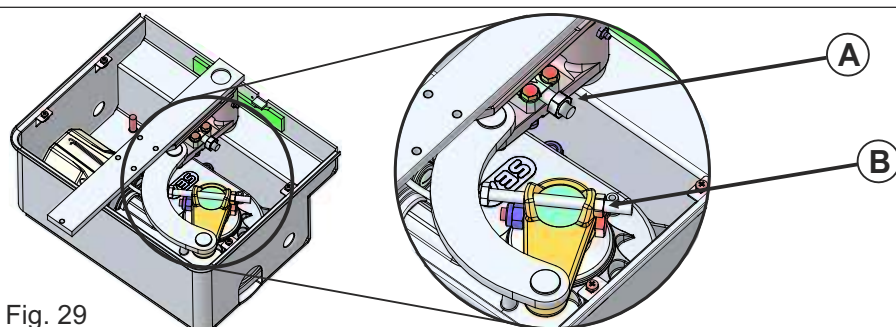

Fig. 29
7.1. FIN DE COURSE OUVERTURE: Pour régler le fin de course d'ouverture, amener les vantaux en position complètement ouverte et agir sur la vis «A» en augmentant ou diminuant le serrage à l'aide du boulon (Fig. 29)
7.2. FIN DE COURSE FERMETURE: Pour régler le fin de course de fermeture, amener les vantaux en position complètement fermé et agir sur la vis «B» en augmentant ou diminuant le serrage à l'aide du boulon (Fig. 29)